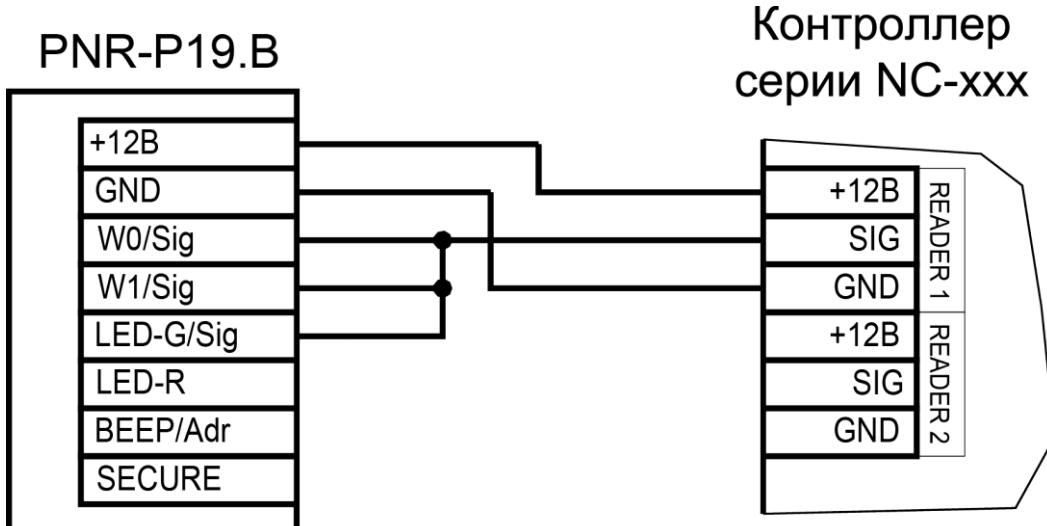
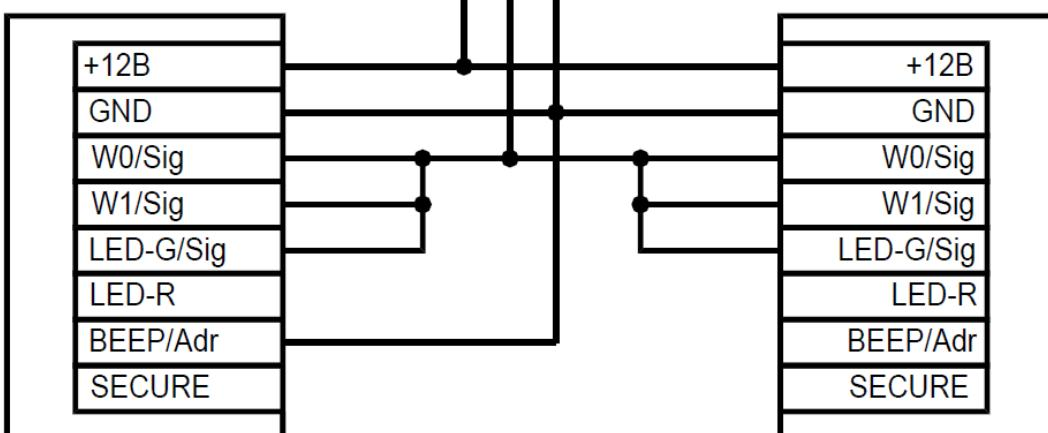

Рисунок 5. Подключение считывателя в режиме Parsec, адрес 1 (внутренний)
Рисунок 7. Подключение двух считывателей в режиме Parsec одним кабелем
- **Parsec** – при работе в этом режиме линия SIG считывателя (зеленый, белый и оранжевый провода: W0/SIG/B-, W1/SIG/A+ и LED-G/SIG) является двунаправленной (см. таблицу 2 и рис. 5 и 6). По ней считыватель передает контроллеру считанный с карты код во внутреннем формате системы Parsec.
Кроме того, в системе Parsec каждый считыватель имеет собственный адрес: 1 (внутренний считыватель, рис. 5) или 0 (наружный, рис. 6), – что позволяет использовать один кабель от контроллера для подключения двух считывателей (рис. 7).